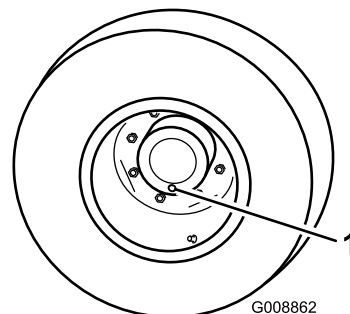

Рисунок 82
1. Установив машину на ровную поверхность, расположите колесо так, чтобы контрольная пробка находилась в самом нижнем положении («6 часов») (Рисунок 82).